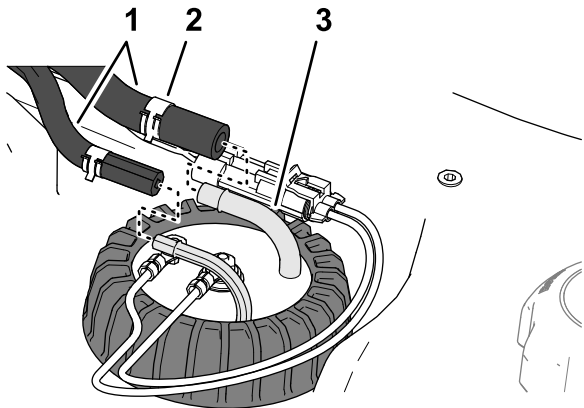

Figura 124
5. Monte o tubo nas uniões da alimentação de combustível, e fixe os tubos às uniões com as abraçadeiras (Figura 124).